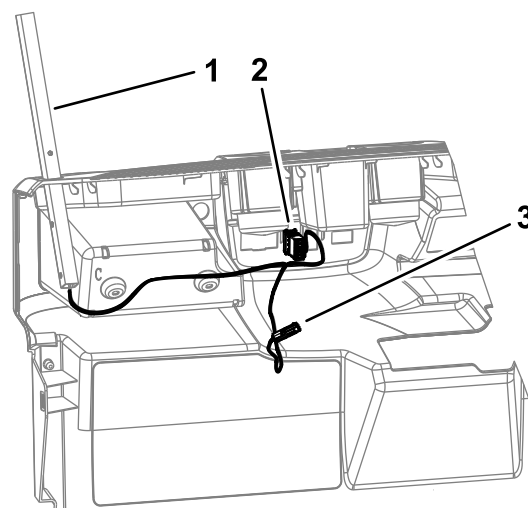

**Figura 5**
9. Enchufe el conector de 2 pines del arnés de cables de la baliza en el conector hembra de 2 vías del arnés de cables de la máquina (Figura 5).
10. Conecte el conector hembra de 8 vías del arnés de cables de la baliza en el interruptor de la baliza (Figura 5).